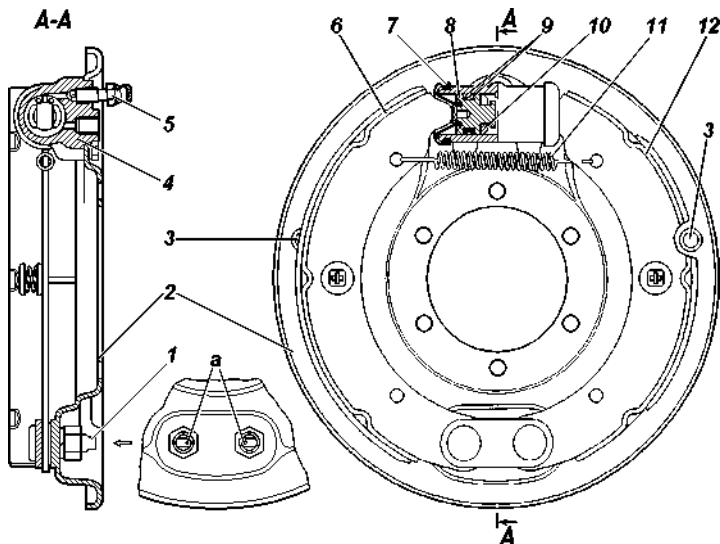

Рис. 9.22. Тормоз заднего колеса:
**Барабанные тормозные механизмы задних колес** (рис. 9.22). Периодически снимайте тормозные барабаны и очищайте детали тормозов от пыли и грязи. Периодичность этой операции зависит от условий эксплуатации автомобиля. В летнее время и при езде по грязным дорогам чистка должна проводиться чаще, зимой - реже.
После снятия барабана убедитесь в отсутствии течи из колесных цилиндров, а также в надежности крепления колесных цилиндров к щитам. Обращайте внимание на состояние защитных колпаков 7 (рис. 9.22) колесных цилиндров и их установку, степень износа фрикционных накладок, а также состояние тормозного барабана.